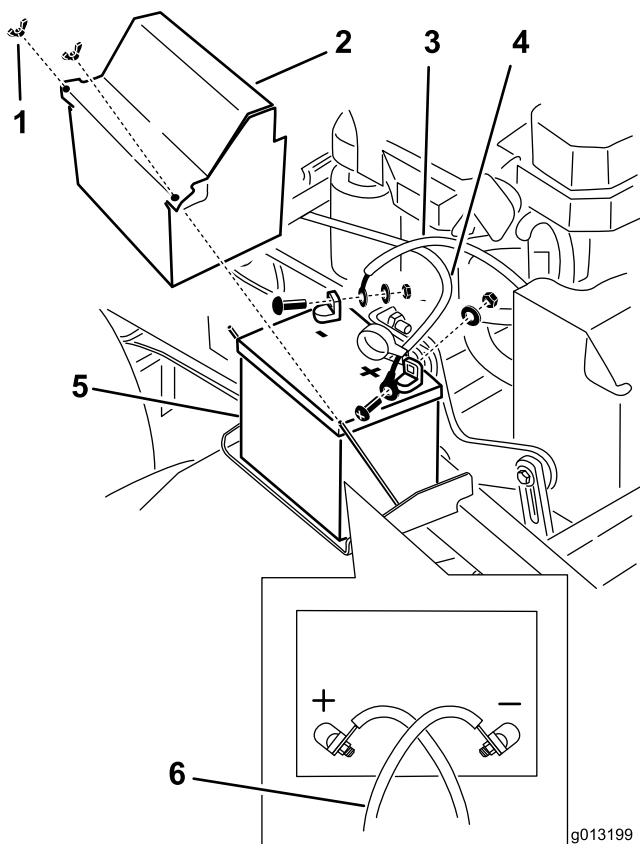

図 53
3. バッテリーのマイナス（-）端子からマイナス・バッテリー・ケーブルを外す（図 53）。
4. プラス端子（赤）についている赤いゴムカバーを取り外す。そして、赤いプラス（+）ケーブルを取り外す（図 53）。
5. バッテリー押さえプレートを外し（図 53）、バッテリーを取り出す。
1. バッテリーを車体に載せる（図 53）。
3. まず、バッテリーのプラス（赤）ケーブルをプラス（+）端子に、ナットとワッシャとボルトを使って取り付ける（図 53）。ゴムカバーをかぶせる。
4. 次に、バッテリーのマイナス・ケーブルとアース・ワイヤを、マイナス（-）端子に、ナットとワッシャとボルトを使って取り付ける（図 53）。
**注** バッテリー・ケーブルが互いに交差する配置となるのが正しい接続である（図 53）。